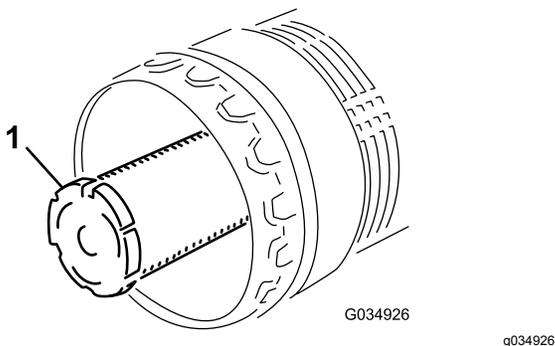

Figure 89
**Remarque:** Remplacez l'élément secondaire une fois sur trois, quand vous effectuez l'entretien du préfiltre (Figure 89).